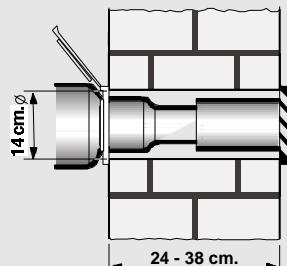

Abb. 16
- Um die Warmluft durch die Wand abführen zu können, muss in der betreffenden Mauer für das Passrohr eine Öffnung mit 14 cm Durchmesser gebohrt werden, siehe **Abb. 16**.